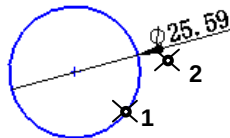

图 2.9.7 直径的标注
Step4. 确定尺寸的放置位置。在位置 2 处单击，如图 2.9.7 所示。